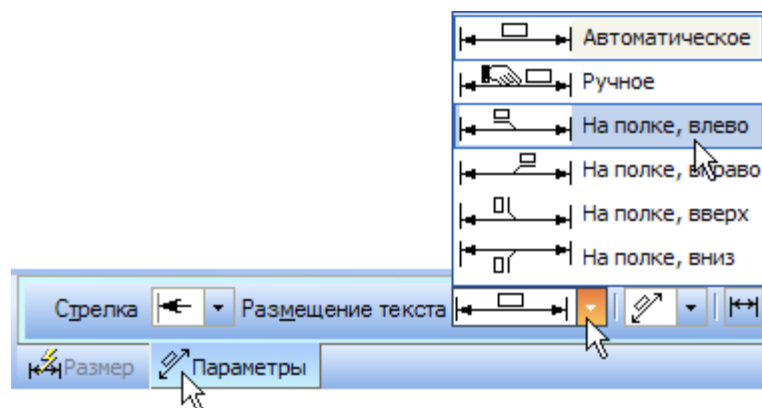

Рисунок 22.
- Далее откройте список Размещение текста и укажите На полке, влево (рис. 22).